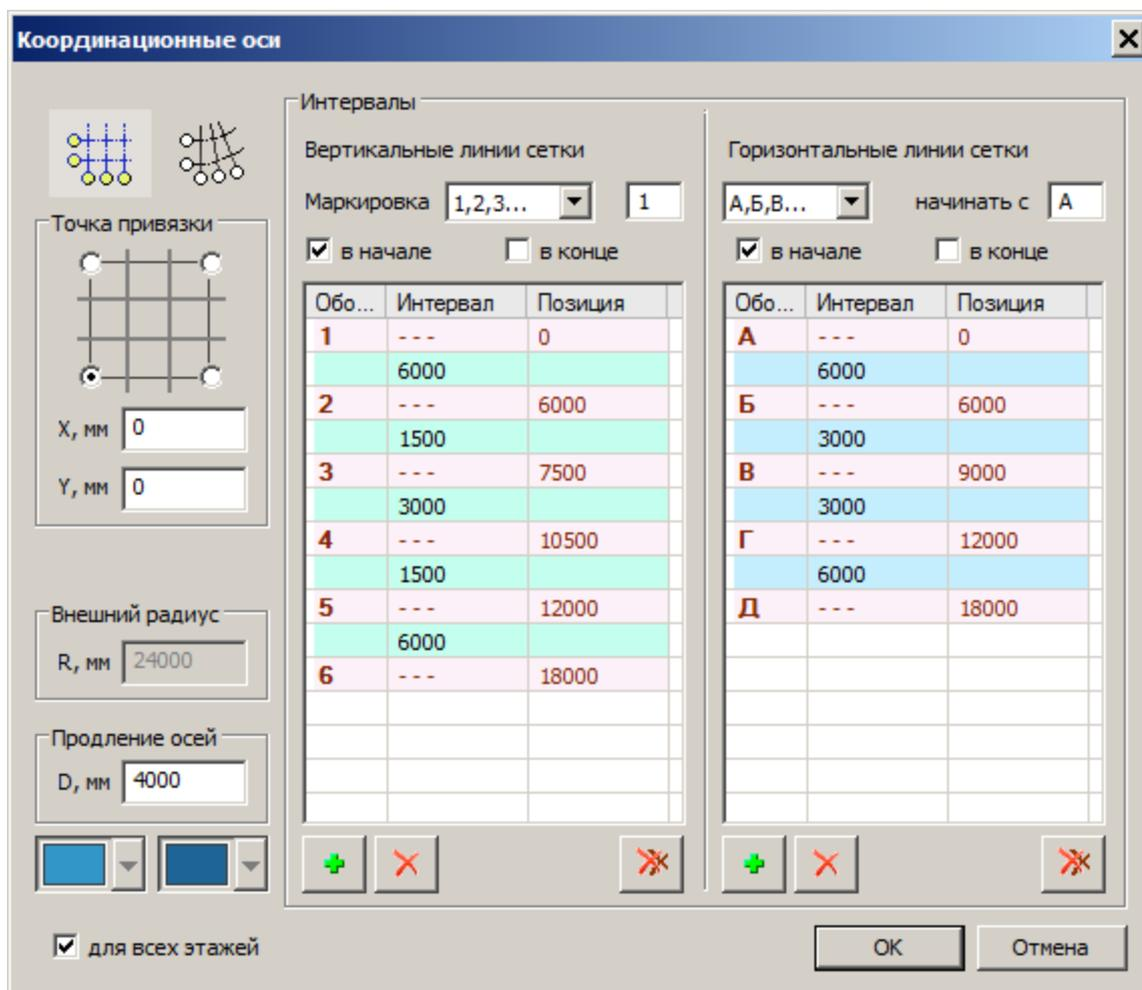

Рис.6.4. Диалоговое окно **Координационные оси**
- Чтобы вызвать диалоговое окно **Координационные оси** (рис.6.4) выберите команду  - **Оси...** в раскрывающемся списке **Оси** (панель **Инструменты построения** на вкладке **Создание**).